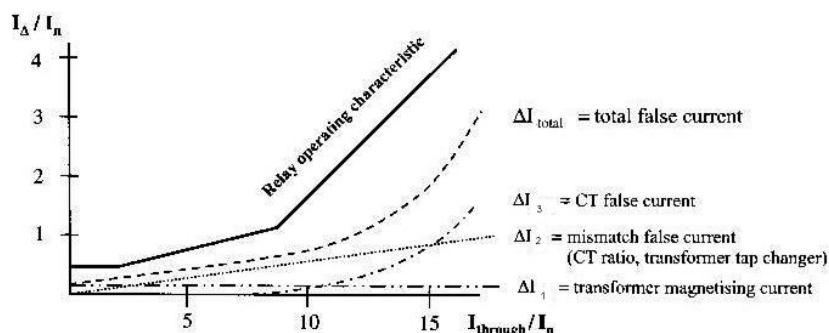

Ilustración 36: Característica de operación diferencial
- 3 El error debido a la saturación de los transformadores de corriente, el cual prácticamente no existe para pequeñas corrientes pero que se hace mayor con elevadas corrientes. (Ver ΔI_3 en la ilustración 36).
Tal y como se muestra en la ilustración 36 la protección diferencial se define en tres rangos de valores.